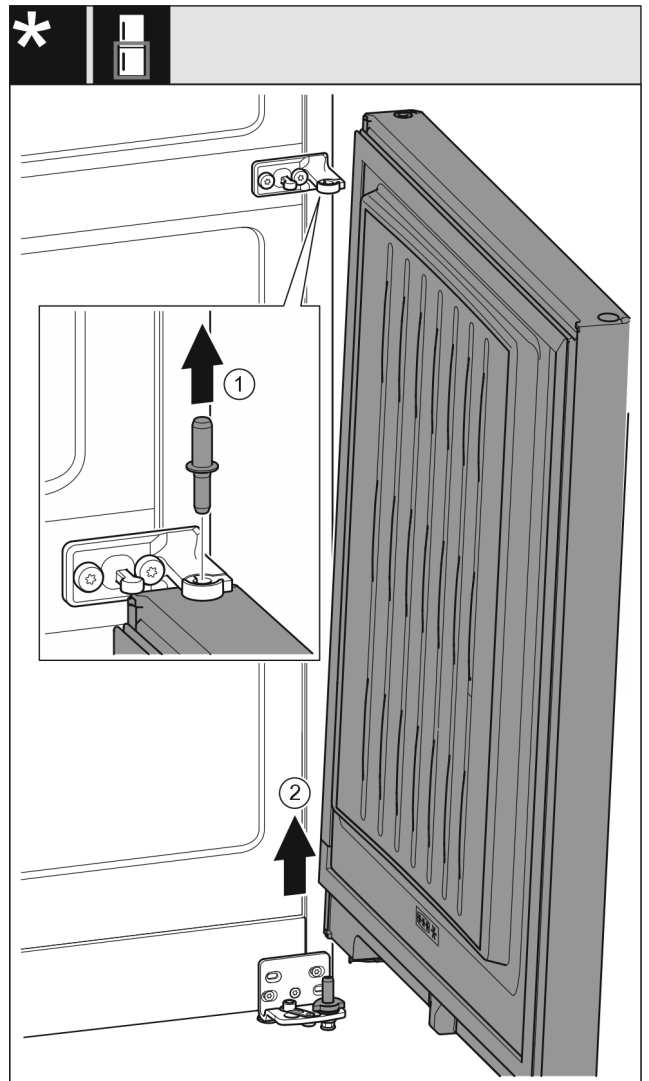

Fig. 11
- ▶ Bouten vanaf de bovenkant eruit trekken. Fig. 11 (1)
- ▶ Deur naar buiten draaien, naar boven trekken en wegzetten. Fig. 11 (2)